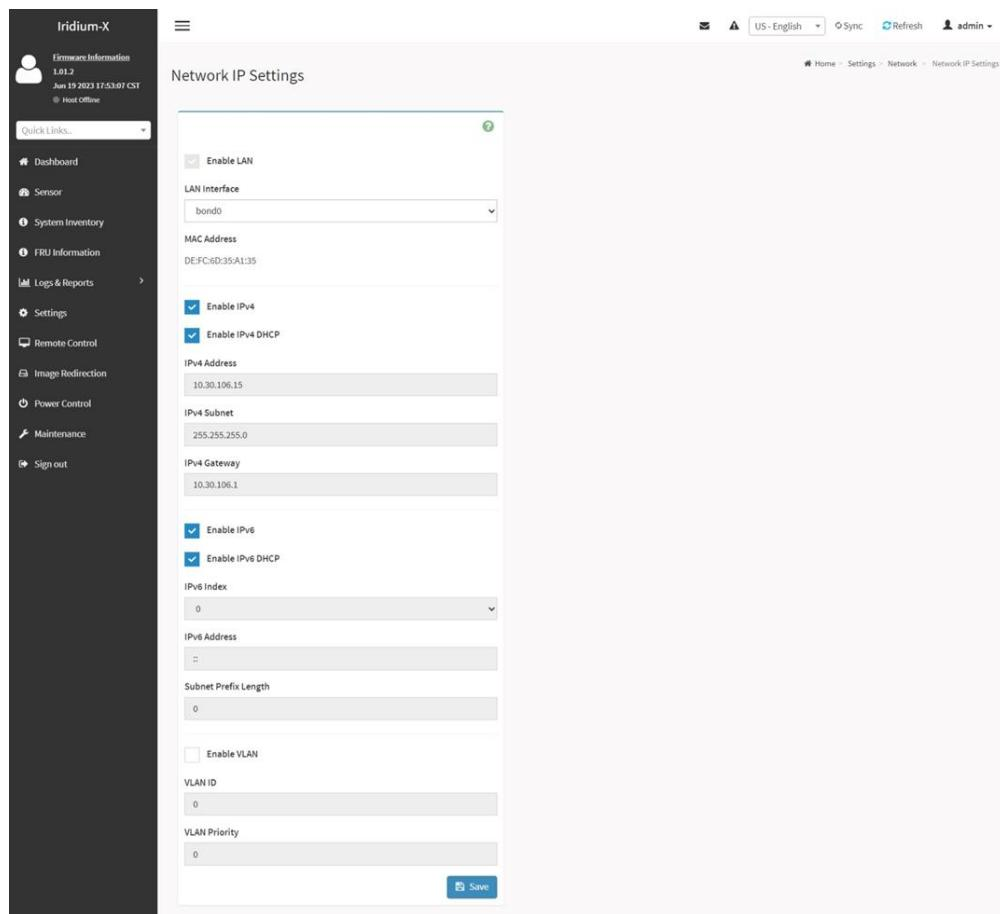

Рисунок 48 – Страница настройки IP адресов BMC
3) После перехода во вкладку «**Network IP Settings**», открывается страница настройки IP адресов BMC. По умолчанию активированы настройки DHCP (стоит галочка Enable IPv4 DHCP), можно снять галочку и внести свои настройки*. (см. Рисунок 48).